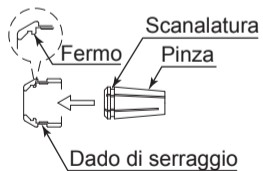

Fig. 23
- ③ Per installare la pinza, tenerla leggermente inclinata e inserirla nel dado di serraggio (fig. 23).